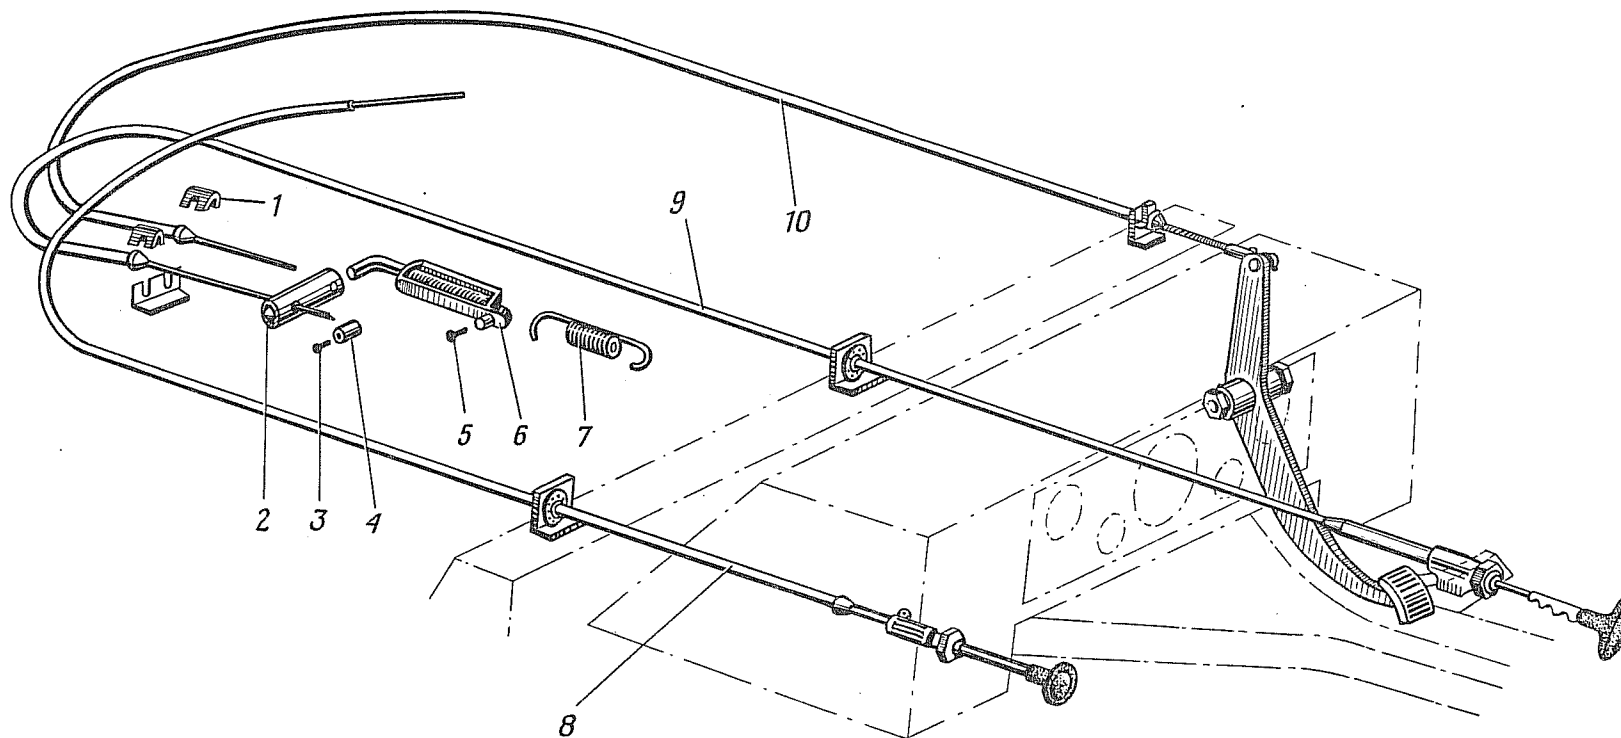

Рис. 48. Тяги управления воздушной и дроссельной заслонками:
- 1.8. Отсоединить от карбюратора тягу 8 (рис. 48) привода воздушной заслонки (отвертка 150×0,5).
- 2.9. Присоединить тяги 9 (рис. 48) и 10 ручного и ножного приводов дроссельной заслонки к карбюратору (плоскогубцы 150, отвертка 150×0,5).